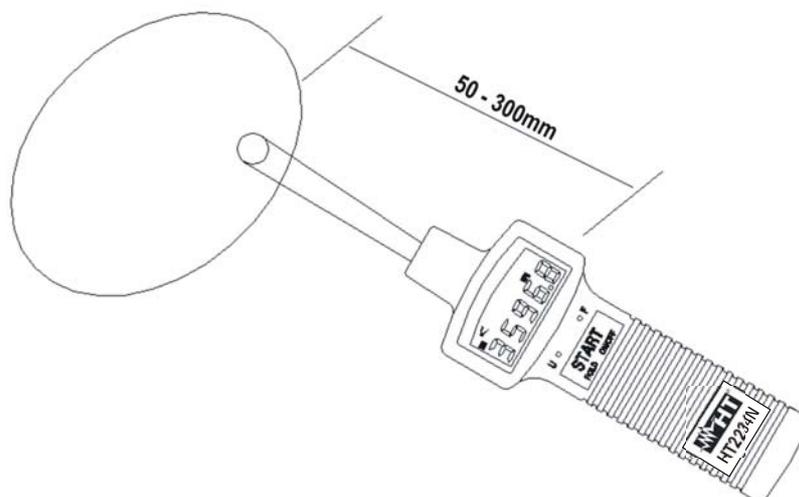

Fig. 2: prueba sin contacto
6. Apunte la sonda emisor/receptor hacia el objeto que se quiere medir la velocidad como indica la Fig. 2: